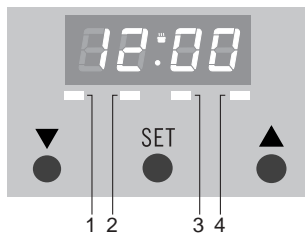

Abb. 3
Nach Anschluss des Gerätes oder nachdem die Stromzufuhr unterbrochen war, erscheint ‚12.00‘ im Display. LED 4 blinkt (siehe Abb. 3). Die Tageszeit kann eingestellt werden.
- Drücken Sie auf ‚SET‘, bis LED 1 blinkt (siehe Abb. 3).
- Drücken Sie ▼ oder die Taste ▲, bis die richtige Kurzzeitweckerzeit erreicht ist. Die eingestellte Zeit bleibt im Display sichtbar. LED 1 brennt kontinuierlich (siehe Abb. 3).
- Drücken Sie ‚SET‘, bis LED 2 blinkt (siehe Abb. 3).
- Drücken Sie ‚SET‘, bis das LED 3 blinkt (siehe Abb. 3).
LEDs 2 und 3 brennen kontinuierlich (siehe Abb. 3). Die Tageszeit wird angezeigt. Im Backofen ertönt ein Signal, wenn die eingestellte Zeit erreicht ist. Er schaltet sich automatisch aus. Drücken Sie ▼ oder die Taste ▲, um das Signal auszuschalten.